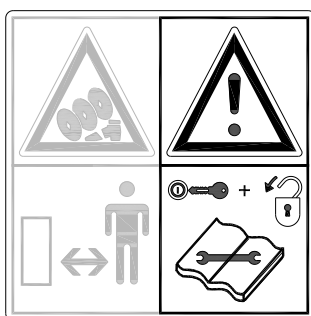

Fig. 2
**Sluk altid for traktorens maskine, fjern traktorens tændingsnøgle og frakobl kraftudtaget**, når det udføres vedligeholdelse, justeringer og reparationsaktiviteter. (Fig.2)